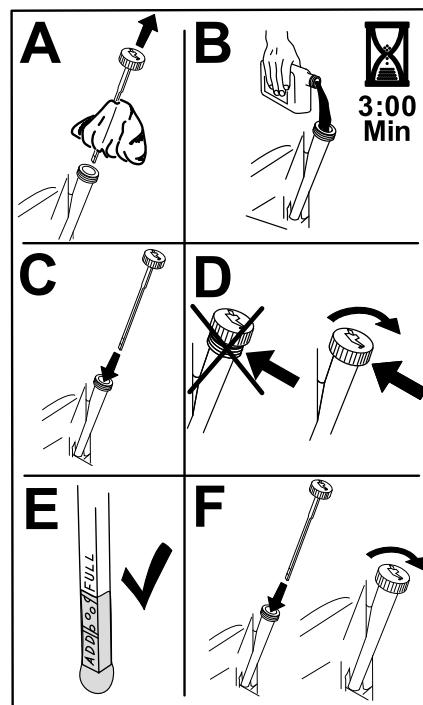

Figura 52
6. Deite cerca de 80% do óleo especificado no tubo de enchimento e adicione lentamente o óleo adicional até chegar à marca Cheio (Figura 52).